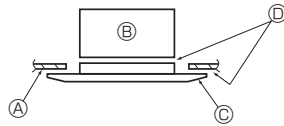

Fig. 8-7
8.3.3. Fijación de la rejilla (Fig. 8-7)